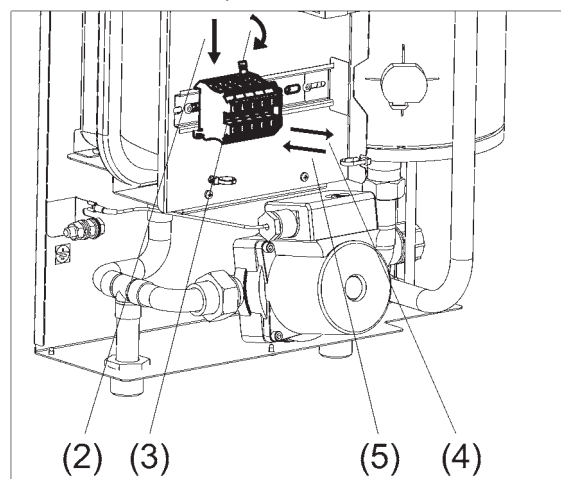

Рисунок 18. Замена винтовых клеммных колодок
- (1) Отсоедините все провода от колодки, которую требуется заменить (см. рис. 18);
- (2) Нажмите плоской отвёрткой на “язычок” колодки;
- (3) Чуть поверните колодку в сторону;
- (4) Снимите колодку с DIN-рейки;
- (5) Поставьте новую колодку на DIN-рейку взамен прежней;
- (6) Подсоедините к новой колодке отсоединённые провода.